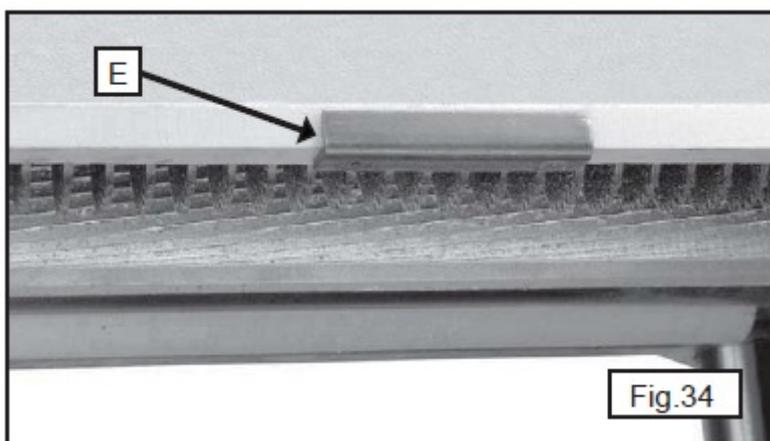

Рис. 34
Максимальная глубина резания при строгании заготовок уже 152 мм – 4,76 мм. Ограничитель (E), рис. 34, ограничивает глубину резания до 3,18 мм на заготовках уже 152 мм (только для винтового узла).